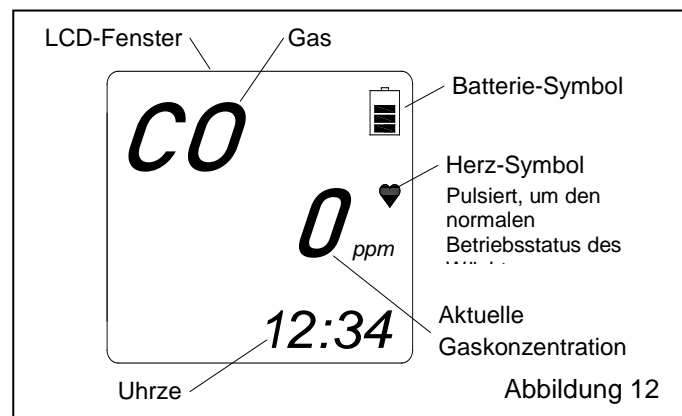

Abbildung 12
4.1.1.3 Nach der Aufwärmsequenz wechselt der Wächter in den Messmodus (normaler Betriebsmodus), das Alarmsignal ertönt, und die LCD-Anzeige entspricht Abbildung 12 und zeigt die aktuelle Gaskonzentration an. Nach der ersten Kalibrierung gemäß Abschnitt 5.7 ist der CMS-4 bereit für die Überwachung.
- b. Nach der Aufwärmsequenz wechselt der Wächter in den Messmodus (normaler Betriebsmodus). Der Signalton wird ausgegeben, und auf dem LCD-Bildschirm (wie in Abbildung 12 dargestellt) werden CO, verbleibende Batterielebensdauer, ein pulsierendes Herz-Symbol (das den normalen Betriebsstatus des Wächters signalisiert), CO-Konzentrationen (ppm) sowie Datum und Uhrzeit (sofern gemäß Abschnitt 2.3 eingestellt) angezeigt. *Siehe Abschnitt 2.2: Einschalten und Inbetriebnahme*